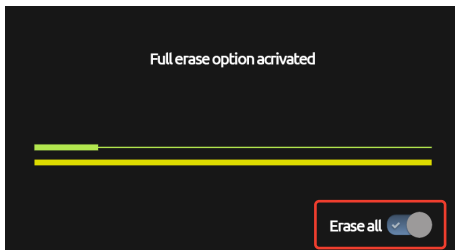

Fig. 177
- Press **Erase all** (Fig. 177).